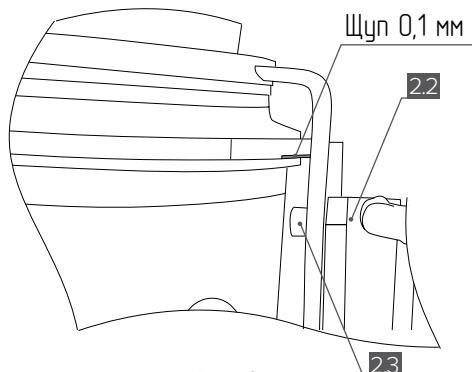

Рис. 8
- Отрегулируйте зазор между вилкой и фланцем при помощи щупа, установив его на всю плоскость прилегания вилки так, чтобы величина зазора составила 0,1 мм от нижнего края фланца. Зафиксируйте актуатор [2.2] при помощи болтов M4x10 [2.3], как показано на **рис. 8**.